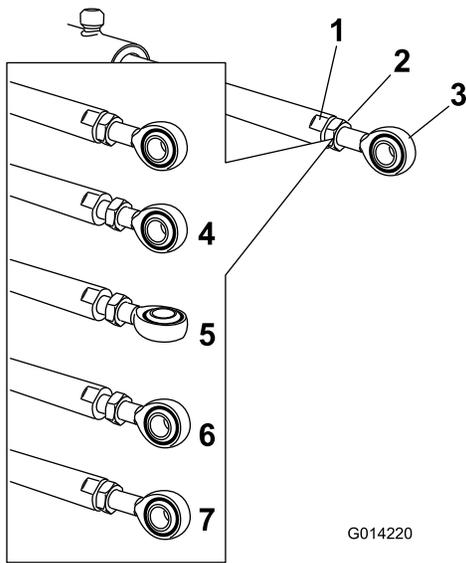

Bild 110
- Arretieren Sie die flachen Seiten der Aktuatorstange mit einem Schraubenschlüssel und lösen Sie dann die Klemmmutter, damit Sie die Ösenstange manipulieren können (Bild 110).
- Drehen Sie die Ösenstange in der Aktuatorstange, um den ausgefahrenen Aktuator auf die gewünschte Stellung zu verlängern oder zu verkürzen (Bild 110).